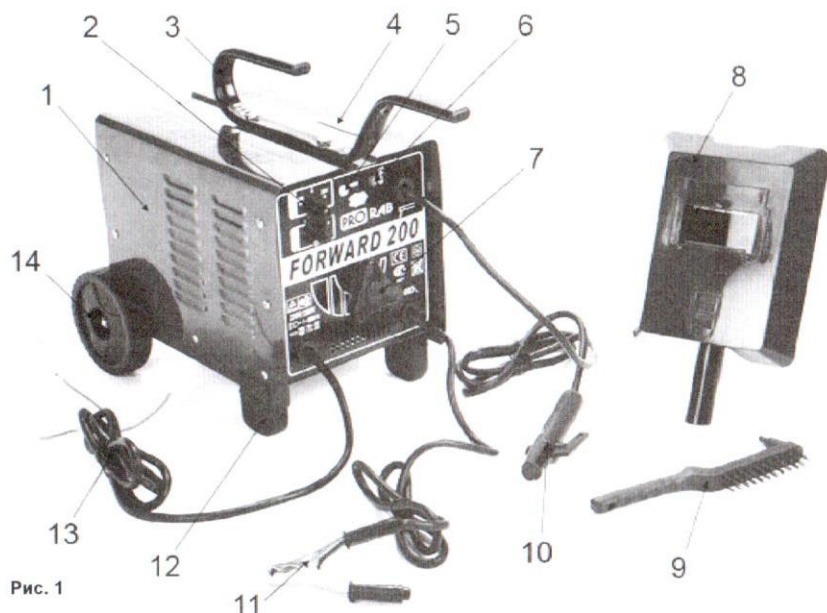

Рис. 1
- Работу аппарата обеспечивают следующие, закрытые кожухом (1) (См. Рис.1), основные узлы и системы: блок стабилизации переменного тока, трансформатор, охлаждающий вентилятор, устройство регулирования сварочного тока, устройство защиты аппарата от перегрузок и перегрева (автоматический термостат).
- На передней панели расположены: переключатель режима напряжения сети питания (2); шкала индикатора силы тока (4); индикатор перегрева (термостат)(5); поворотная рукоятка регулятора силы тока (7); силовые сварочные кабели с электрододержателем (10) и зажимом заземления (11).
- Настройка аппарата на необходимую величину сварочного тока производится поворотом рукоятки (7).
- Подвод электроэнергии к аппарату осуществляется через сетевой шнур (13).
- Для транспортировки аппарата, на корпусе установлена ручка (3), колеса (14) и опорные ножки (12).
- Для выбора режима питания - необходимо переключить рукоятку смены напряжения (2) (См. Рис.1) на нужное значение.
- С помощью регулятора (7) настройте величину сварочного тока в соответствии с режимом сварки.
- Уровень выставленной величины тока можно контролировать на шкале (4).
- Держа защитную маску (8) перед своим лицом, «чиркните» электродом по поверхности свариваемой детали (как при зажигании спичкой). Это наиболее продуктивный метод зажигания сварочной дуги.